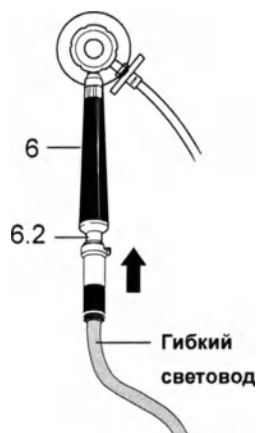

Рис.7
- ◇ Вжать соединительный элемент холодного света (6.2) в рукоятку (6) (рис. 7).